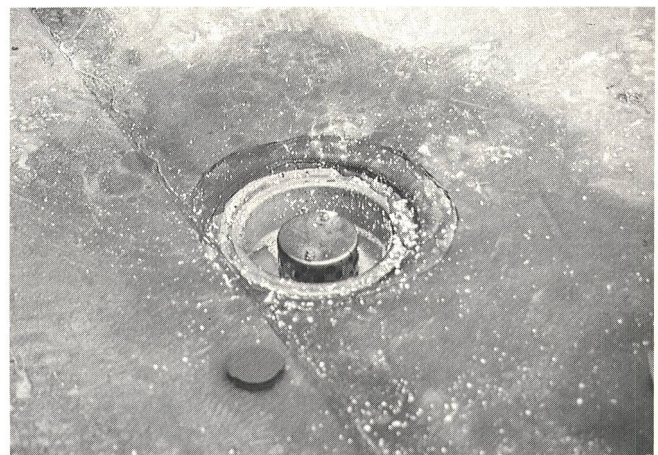

Fig. 12
- etwa 2 cm tiefer als die Dachhaut setzen (Fig. 12).